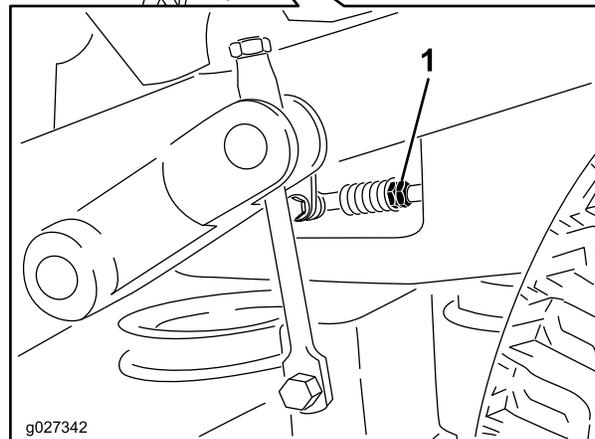

Figura 83
9. Ajuste la longitud de las varillas de control de las bombas girando las tuercas dobles de la varilla en el sentido apropiado, hasta que las ruedas se muevan ligeramente en marcha atrás (Figura 83).